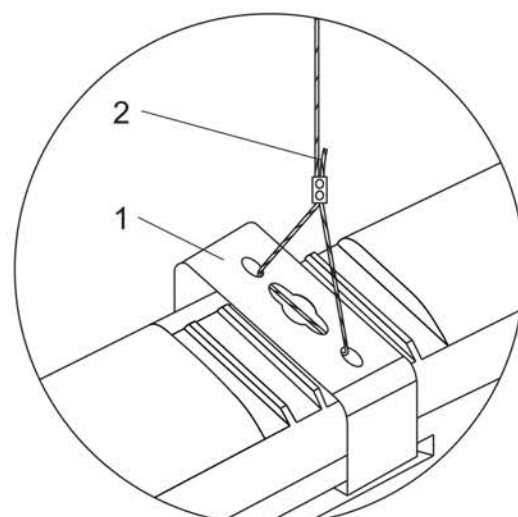

Рисунок 5
5.4.2 Монтаж на подвесах (рисунок 5)